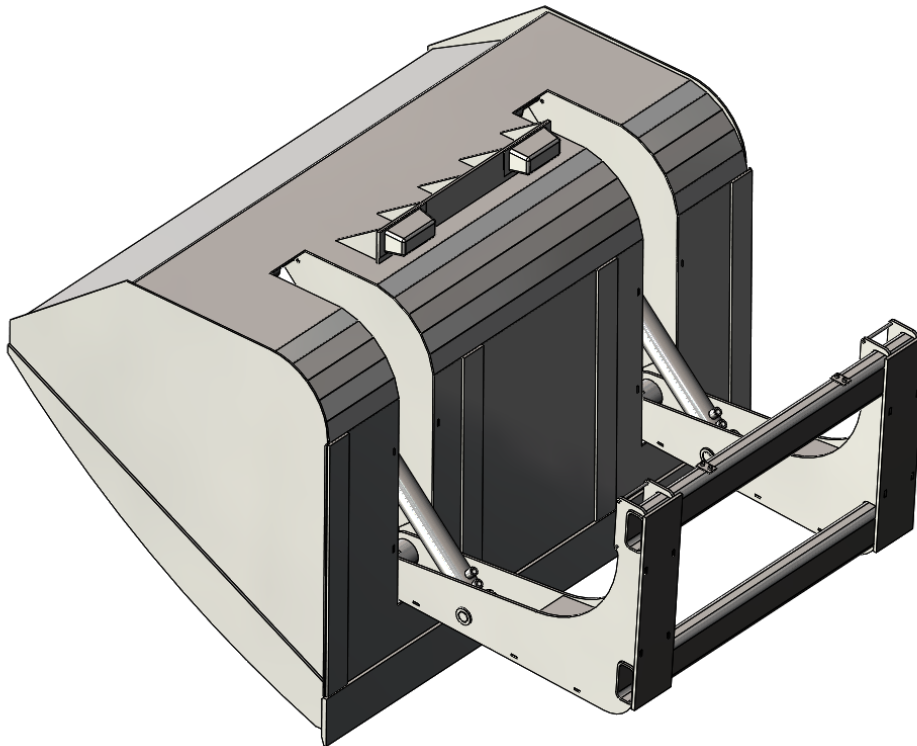

Bild 3. Skopan i tipläge
8. Bromsa upp hydraulcylindrarnas hastighet när du närmar dig det yttersta läget. I annat fall utsätts skopans leder för en hård stöt som förkortar skopans användningstid. (Bild 3)